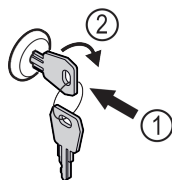

Fig. 103
- ▶ Trykk inn nøkkelen Fig. 103 (1).
- ▶ Vri nøkkelen 90° med klokka Fig. 103 (2).